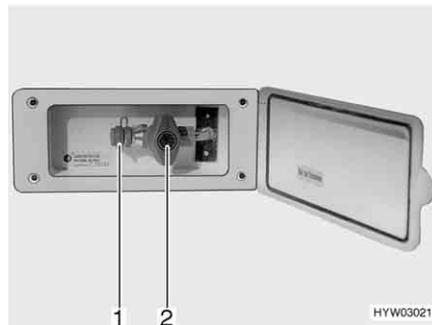

Fig. 124 Ligação exterior do gás, torneira de segurança do gás fechada
Dependendo do modelo, a ligação exterior do gás (Fig. 124) encontra-se na parte traseira ou no lado esquerdo ou direito do veículo.
- Ligue o aparelho externo a gás no ponto de ligação (Fig. 124,1).
- Abra a torneira de segurança do gás (Fig. 124,2).